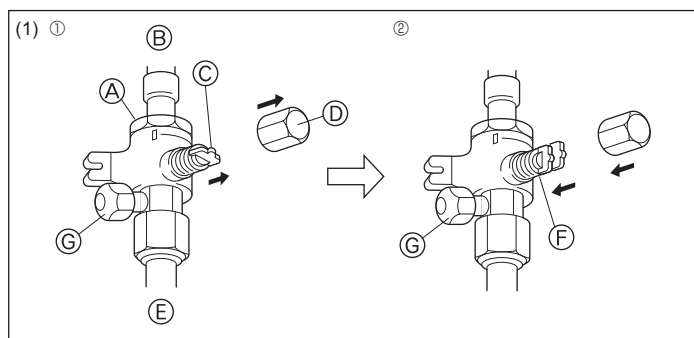

Fig. 4-12
- Asegúrese de que las válvulas de parada ① ② están cerradas y no las abra.
- Añada presión a las líneas de refrigerante a través del puerto de reparaciones ③ de la válvula de parada de líquido ① y de la válvula de parada del gas ②.
- Si la presión se reduce en los pasos (2) o (3), hay una fuga de gas. Busque el punto de fuga del gas.
- Lado del gas (Fig. 4-12)